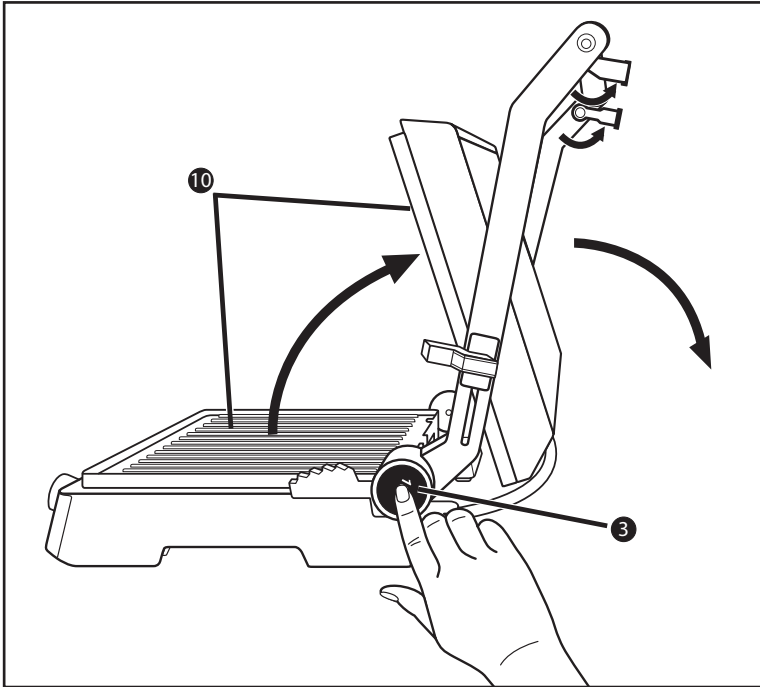

Fig. 1
- 1) Despliegue ambos pies de apoyo **1** (fig.1).
- 2) Pulse el botón de desencastre 180° **3** (fig.1) y abra la tapa del aparato hasta que ambas placas de calentamiento **10** puedan utilizarse como grill de mesa.